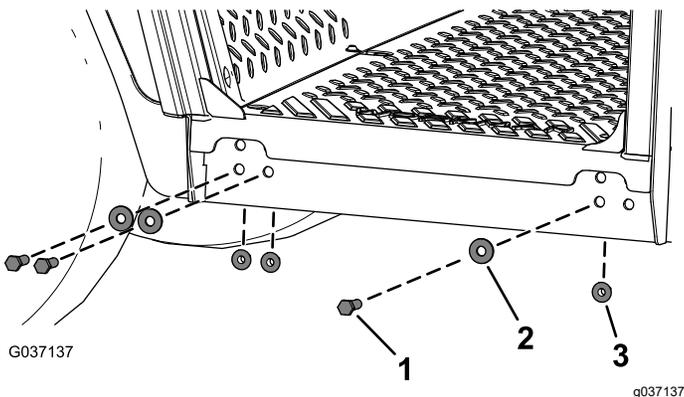

Bild 12
5. Befestigen Sie den Kabinenrahmen mit 6 Sechskantschrauben ($\frac{3}{8}$ " x $1\frac{1}{4}$ "), 6 Unterlegscheiben ($\frac{3}{8}$ ") und 6 Bundmuttern ($\frac{3}{8}$ ") mit der Maschine, wie in Bild 12 dargestellt.